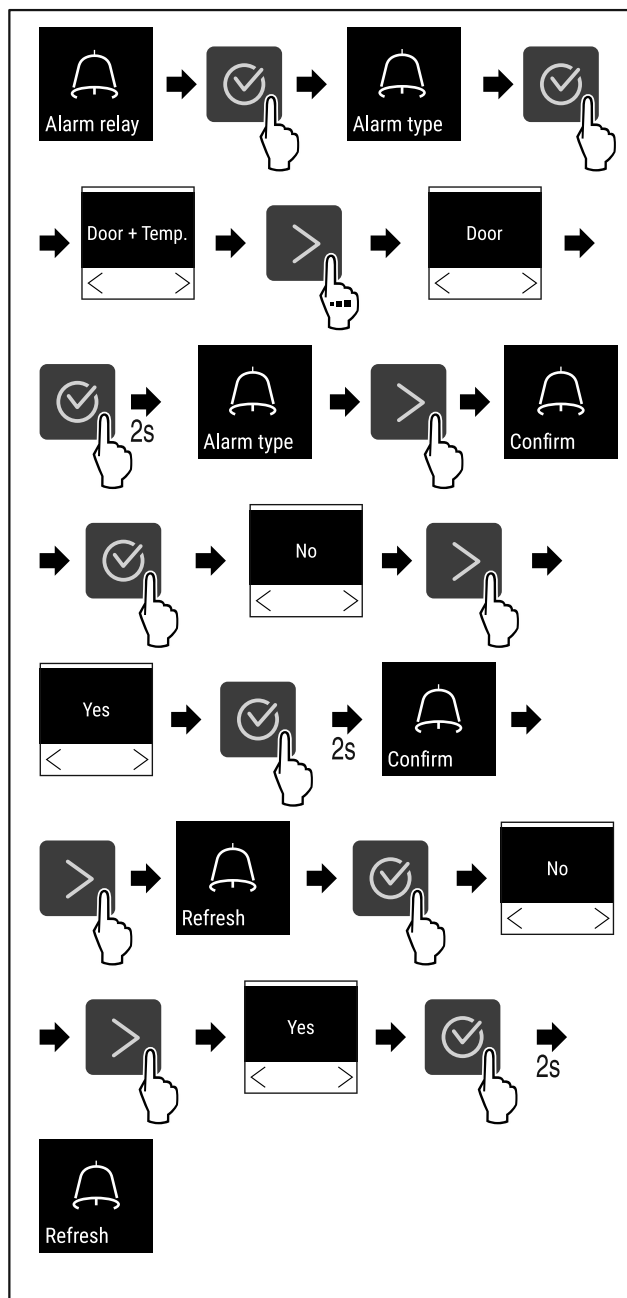

Fig. 110
- ▶ Atlikite veiksmus (žr. Fig. 110).